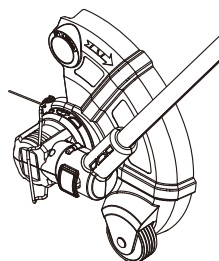

Fig. 10
2. Appuyez pour la coupe de bordures (2) pour faire pivoter automatiquement la tête du coupe-herbe en position verticale (Fig. 10).
2. Appuyez sur le bouton « Appuyez pour la coupe de bordures » de manière à ce que le protecteur soit parallèle au tube télescopique (Fig. 10).